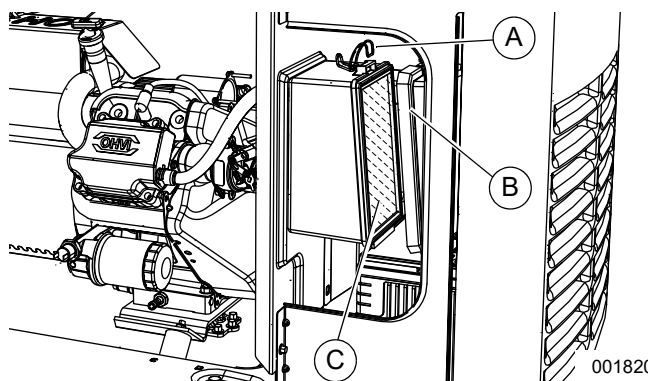
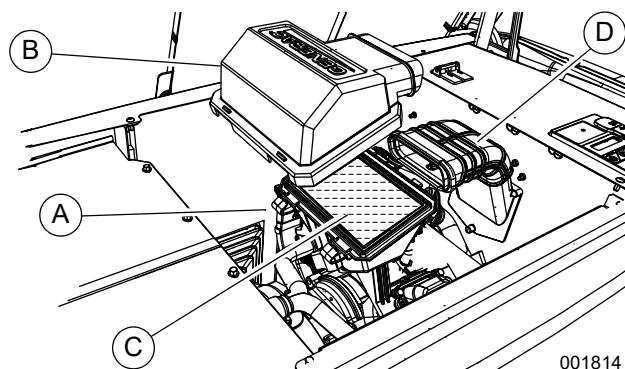

Figure 4-3. Entretien du filtre à air (9 kW)
Figure 4-4. Entretien du filtre à air (11-22 kW)
2. Voir la **Figure 4-3** ou la **Figure 4-4**. Retirez les attaches du capot (A) et le capot du filtre à air (B).